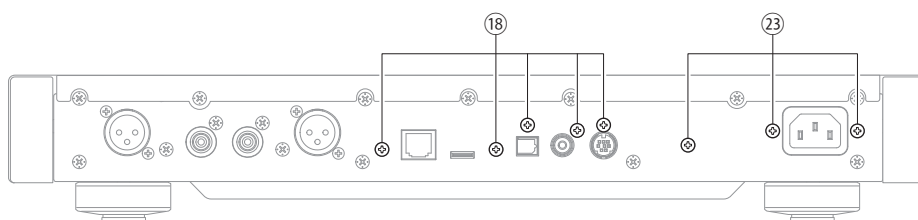

Fig. 7
- Remove 5 screws (18). (Fig. 7)
- Remove 3 screws (23). (Fig. 7)
- ⑱のネジ5本を外します。(Fig.7)
- ㉓のネジ3本を外します。(Fig.7)